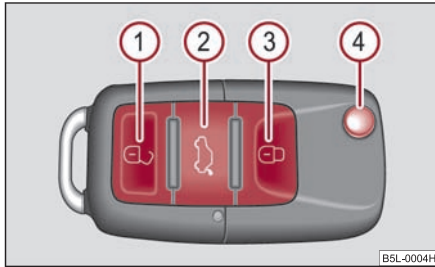

Abb. 41 Funkschlüssel
- Drücken Sie die Taste **2** etwa 1 Sekunde lang ⇒ Abb. 41.